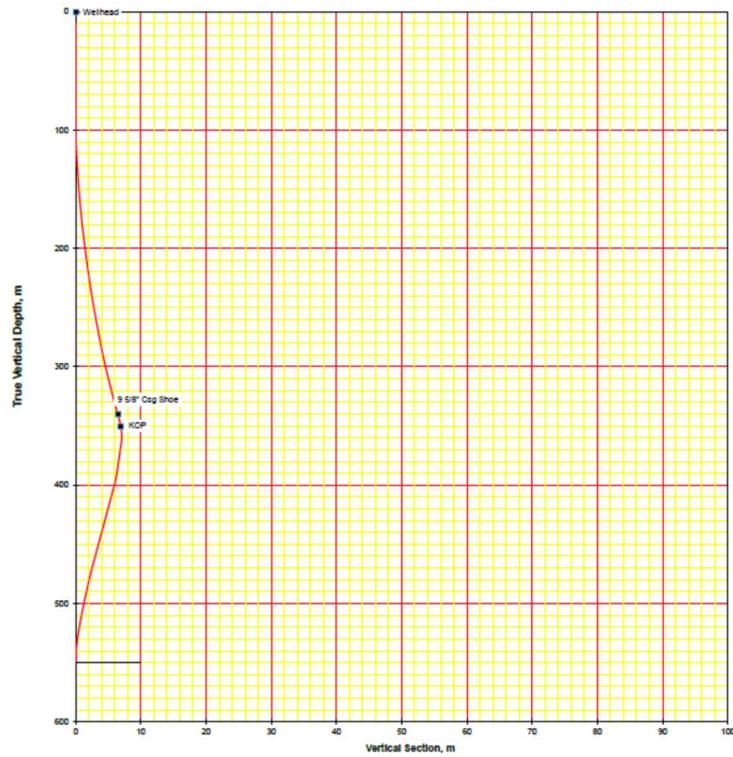

Figure 2
- décalage en surface d'une valeur anticipée de manière à limiter la correction lors de la partie forage dirigé (figure 2)